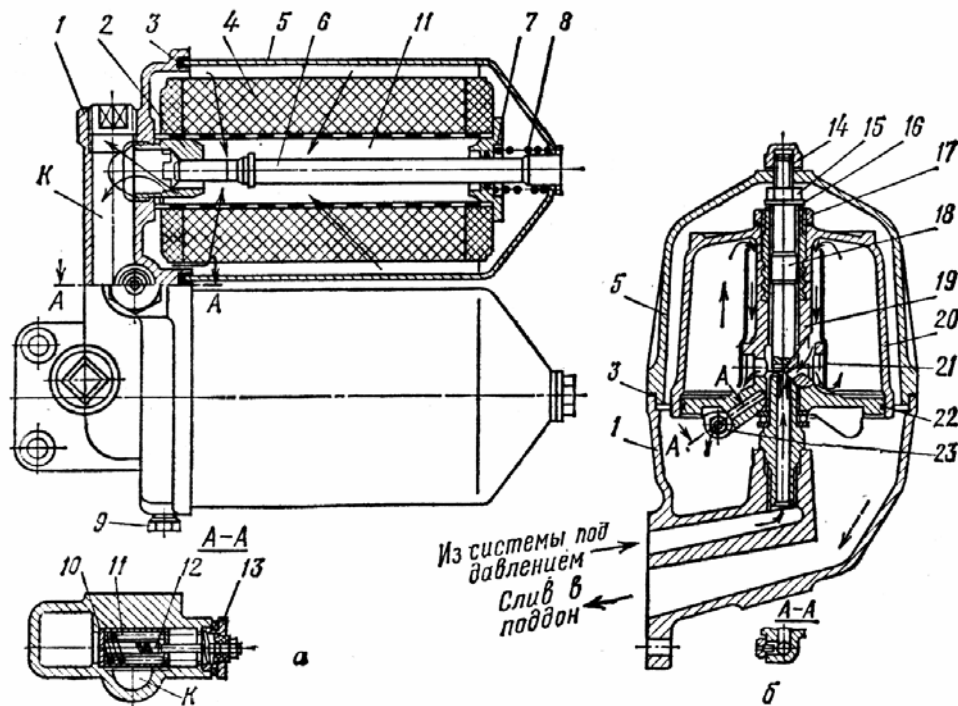

Рис. 2.9. Фильтры двигателя ЯМЗ-240Б:
5. Изучите фильтр грубой очистки масла (рис. 2.9). Найдите входной канал подвода масла в корпус фильтров и выходной канал в главную масляную магистраль. Изучите пути движения масла через фильтр и при срабатывании перепускного сливного
6. Изучите фильтр тонкой очистки масла (центрифугу) (рис. 2.9). Найдите входные каналы в оси 18 центрифуги, входные каналы в корпусе ротора 19, каналы, ведущие к форсункам.